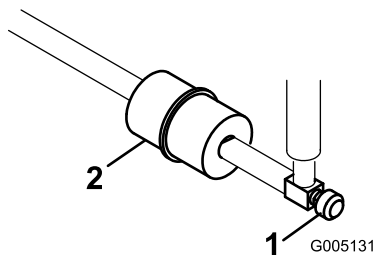

Figura 31
Il filtro del carburante in linea si trova nella linea del carburante tra il serbatoio del carburante e il carburatore (Figura 31).
1. Chiudete la valvola di intercettazione del carburante (Figura 31).
2. Posizionate una bacinella di spurgo sotto il filtro, allentate la fascetta stringitubo sul lato del carburatore del filtro e rimuovete la linea del carburante dal filtro (Figura 31).
3. Allentate l'altra fascetta stringitubo e rimuovete il filtro (Figura 31).